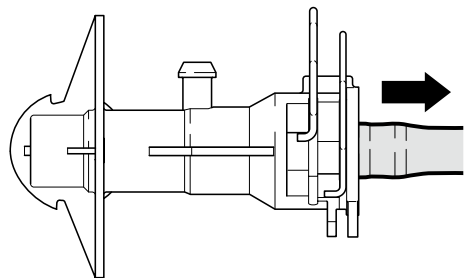

Bild 6: Vid utdragen ledningsanslutning och öppna klämmor frigörs avluftningsöppningen
3. Dra ut ledningen till stopp (bild 6)